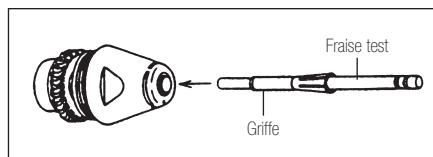

Fig.13
- Appliquez un peu d'huile sur la surface de la nouvelle Griffre ou de la Griffre après le nettoyage, insérez la fraise test et enfoncez-la dans le manche du rotor (Fig.13).